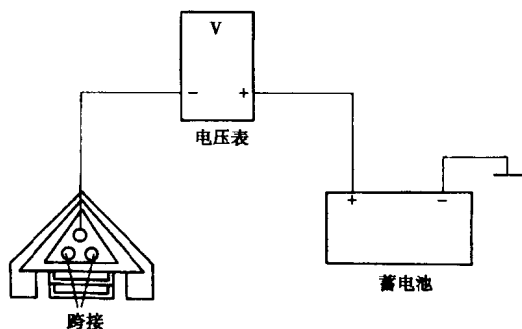

图 1-1-1 3PIN 诊断座
- (1)将诊断座的下 2PIN 接头利用跨接线跨接(图 1-1-1)。
- (2)连接电表的负极线至诊断座上方输入端,正极线接至蓄电池正极(图 1-1-1)。
- (3)将点火开关 KEY-ON,此时观察其数位变动或指针摆动来读取其故障码。